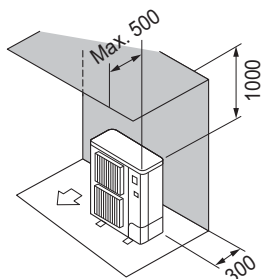

Fig. 3-6
- ② Obstacles uniquement à l'arrière et au-dessus (Fig. 3-6)